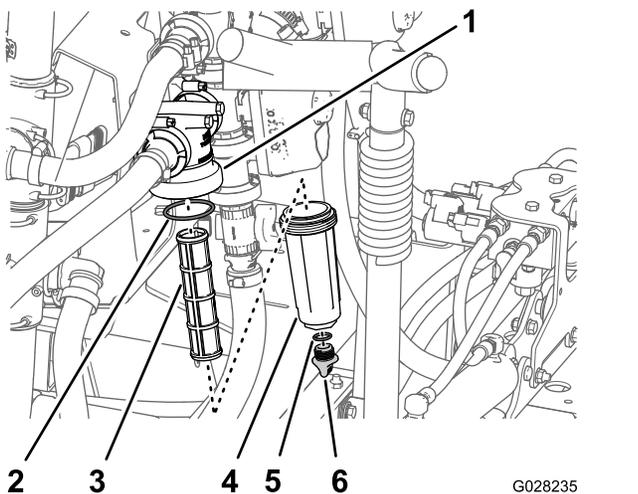

Рисунок 94
2. Поместите сливной поддон под фильтр линии нагнетания (Рисунок 94).
3. Поверните маслосливную пробку против часовой стрелки и снимите ее со стакана фильтра линии нагнетания (Рисунок 94).
4. Поверните стакан против часовой стрелки и снимите его с головки фильтра (Рисунок 94).
5. Извлеките старый элемент фильтра линии нагнетания (Рисунок 94).
6. Проверьте уплотнительное кольцо сливной пробки (расположенное внутри стакана) и уплотнительное кольцо стакана (расположенное внутри головки фильтра) на повреждения и износ (Рисунок 94).
7. Вставьте новый элемент фильтра линии нагнетания в головку фильтра (Рисунок 94).
8. Установите стакан на головку фильтра, затянув от руки (Рисунок 94).
9. Установите пробку на стакан, затянув от руки (Рисунок 94).